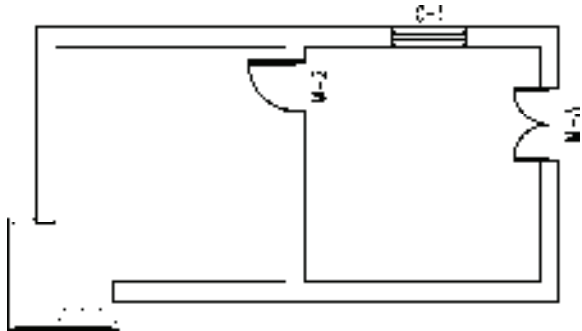

图 5-78 打开素材
1) 按〈Ctrl+O〉组合键，打开配套光盘提供的“第5章/5.2.10 窗棂展开.dwg”素材文件，结果如图5-78所示。